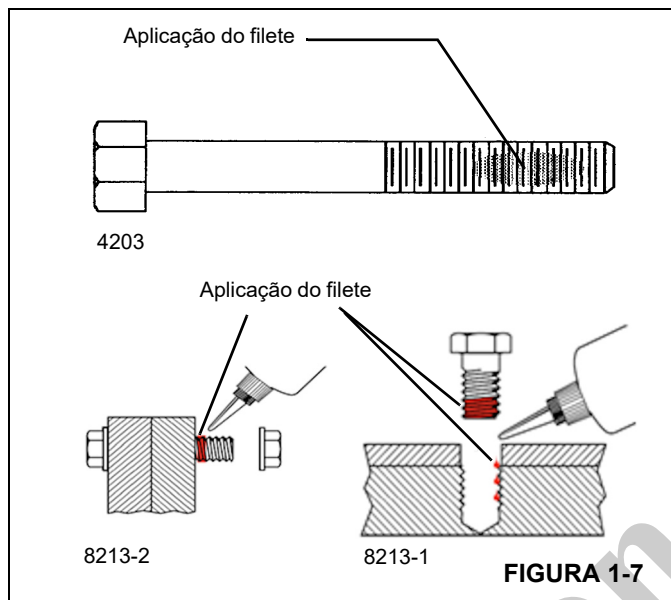

FIGURA 1-7
1. Aplique um filete perpendicular à rosca, com largura equivalente a vários fios de rosca, no local aproximado do engate das roscas (consulte a Figura 1-7).